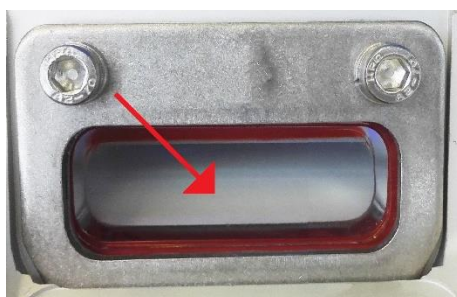

Figure 23 – Nettoyage du prisme
- Nettoyer la surface du prisme (Figure 23) avec un produit non abrasif